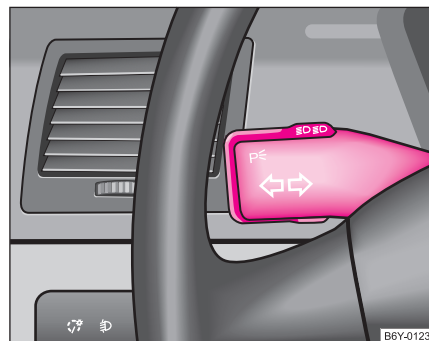

Abb. 36 Der Blinklicht- und Fernlichthebel
- Drücken Sie den Fernlichthebel zum Einschalten des Fernlichts nach vorn ⇒ Seite 58, Abb. 36.
- Drücken Sie den Hebel nach oben bzw. nach unten ⇒ Abb. 36.